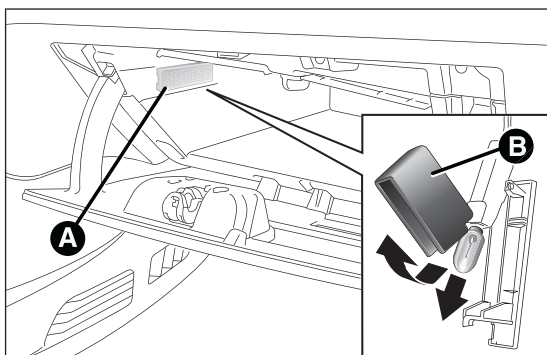

fig. 146
- ❑ ouvrir la boîte à gants et extraire le plafonnier A fig. 146 ;